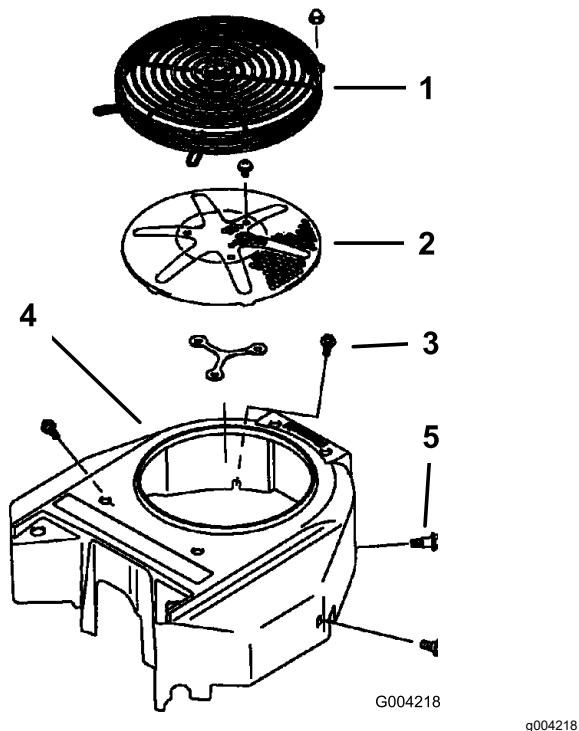

Figura 94
3. Retire la rejilla de entrada de aire, el arrancador de retroceso y la carcasa del ventilador (Figura 94).
5. Instale la rejilla de entrada de aire, el arrancador de retroceso y la carcasa del ventilador (Figura 94).